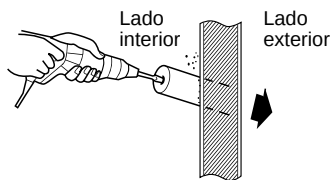

Fig. 3-16
- (3) Antes de taladrar un orificio, compruebe que hay clavijas de conexión ni tubos detrás del lugar determinado. Las precauciones que aparecen arriba también se aplican si hay tubos en la pared en cualquier otro lugar.
- (4) Utilizando una sierra de arco, una sierra de orificio muescada o un instrumento de perforación de orificios, abra un orificio (80 mm de diámetro) en la pared. (Fig. 3-16)